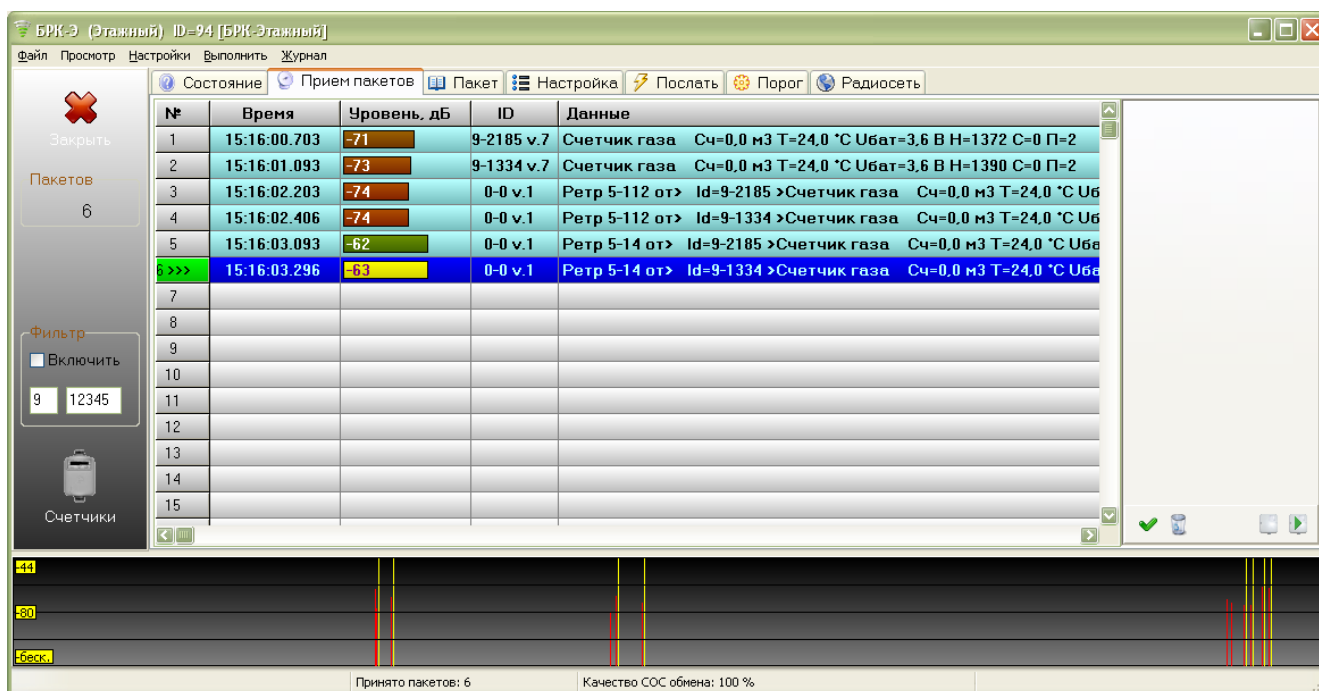

Рисунок 26 - Прием радиопакетов модулем USB-433
1) Открыть вкладку «Прием пакетов» и дождаться приема радиопакета от ретранслятора, для которого требуется произвести настройку параметров (рисунок 26).